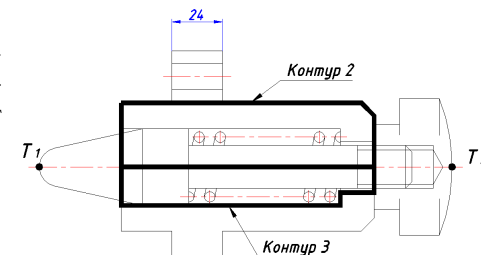

Рис. 22
- ◆ Полилинией строим контура для вращения: контур 2 - определяет наружную форму; контур 3 - определяет форму отверстия (рис. 22).